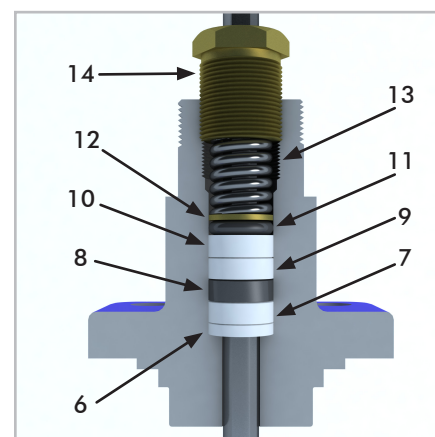

figura 5
4. Colocamos los anillos de la empaquetadura nuevos (incluidos en el kit de reparación) en el mismo orden con el que hemos sacado los antiguos (ver figura 5). Es importante colocar los anillos de uno en uno para que queden bien asentados, tomando como referencia el tope de fondo que hacen al entrar.
5. Una vez entrado el conjunto de la estopada (ref.6 a ref.10), impregnamos generosamente la parte cilíndrica del obturador (ref.3) con grasa y colocamos la junta tórica (ref.11), seguida de la arandela de latón de la empaquetadura (ref.12); (véase figura 5).
6. Introducimos el resorte prensaestopas (ref.13) y seguidamente roscamos el tornillo prensaestopas (ref.14), previamente engrasado, hasta la mitad.
7. Terminado el proceso anterior, aplicamos una capa de grasa en la parte superior del cuello de la tapa del alojamiento de la empaquetadura (ref.4). Hecho esto colocaremos el soporte del activador (ref.22), de forma que éste encaje con la parte engrasada antes mencionada. Lo conseguiremos haciéndolo girar a izquierda y derecha hasta su perfecto ensamblaje, teniendo en cuenta que el racord (ref.25) debe quedar alineado en el lado de la vía de entrada de fluido.